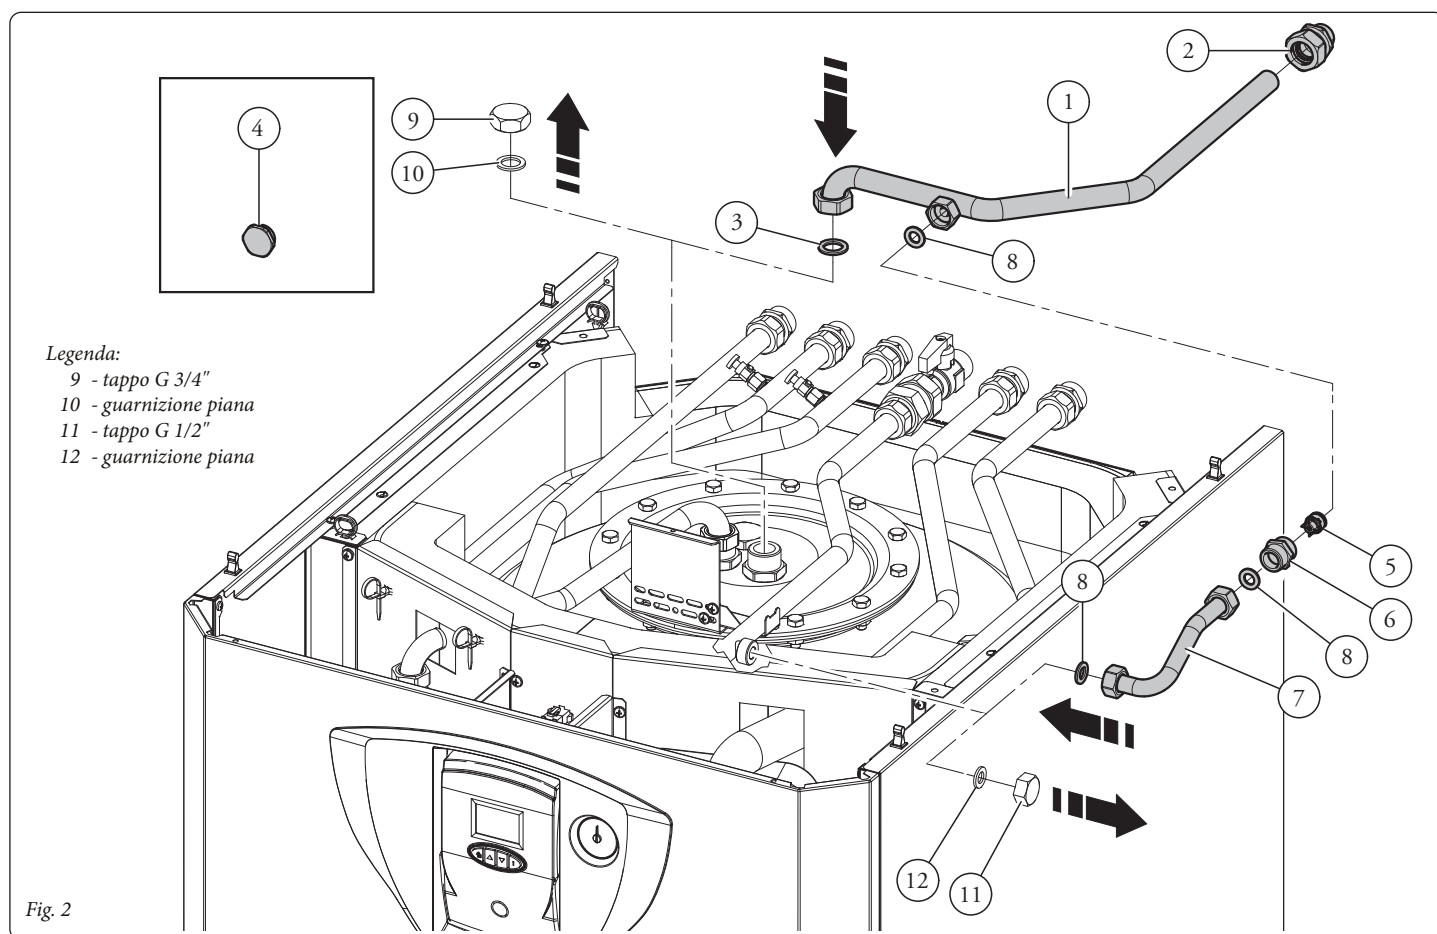

Fig. 2
## Montaggio UB Inox 200-2 Solar (fig. 2).
- Smontare il tappo da 3/4" (9) con relativa guarnizione (10) dal raccordo sonda situato sulla flangia superiore dell'unità bollitore.
- Smontare il tappo da 1/2" (11) con relativa guarnizione (12).
- Collegare il tubo ricircolo (1) provvisto di dado al raccordo sonda dell'unità bollitore interponendo la guarnizione piana (3) presente nel kit.
- Avvitare il nipples (6) sul tubo (1) interponendo la valvola di ritegno (5). Collegare il tubo ricircolo solare (7) al nipples (6). Assicurarsi di interporre le guarnizioni piane (8) presenti nel kit.
- Collegare il tubo ricircolo solare (7) provvisto di dado all'apposito raccordo interponendo la guarnizione piana (8) presente nel kit.
- Collegare il tubo ricircolo (1) all'impianto di ricircolo sanitario tramite il raccordo a tenuta radiale da 1/2" (2) in dotazione nel kit.
**N.B.:** il componente (fig. 2 pos. 4) in questa installazione non viene utilizzato.